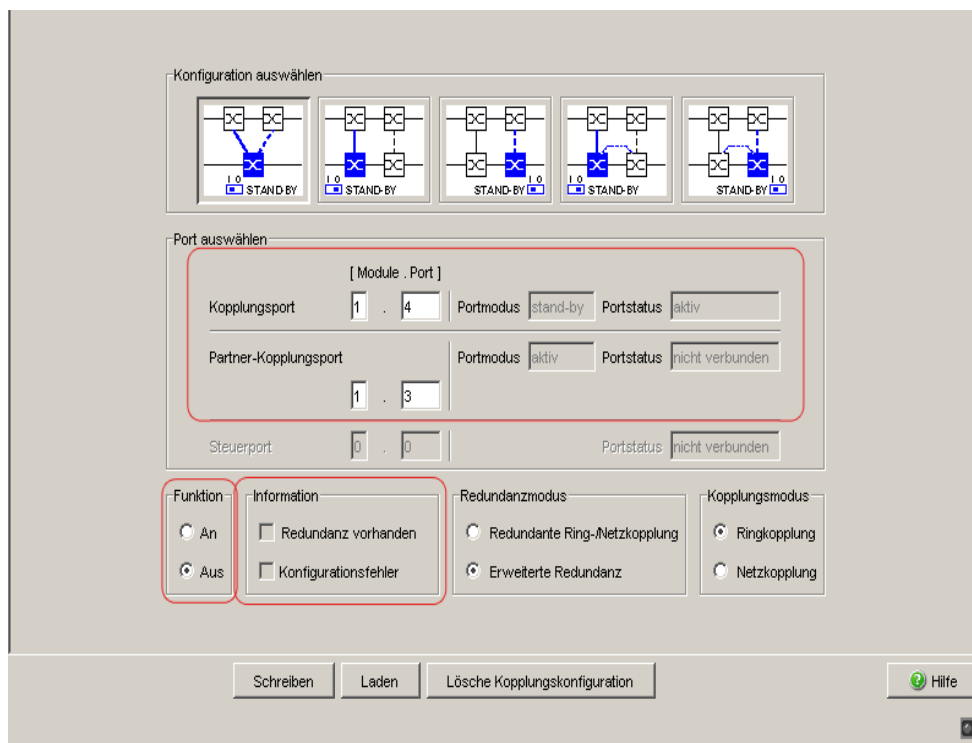

Abb. 25: Ein-Switch-Kopplung: Port auswählen und Funktion ein-/ausschalten
- Wählen Sie den Partner-Kopplungsport aus (siehe Abbildung 25). Mit „Partner-Kopplungsport“ legen Sie fest, an welchen Port Sie die Hauptleitung anschließen. Die Portzuordnung für die redundante Kopplung finden Sie in Tabelle 10.
- Wählen Sie den Kopplungsport aus (siehe Abbildung 25).
- Schalten Sie im Rahmen „Funktion“ die Funktion an (siehe Abbildung 25).